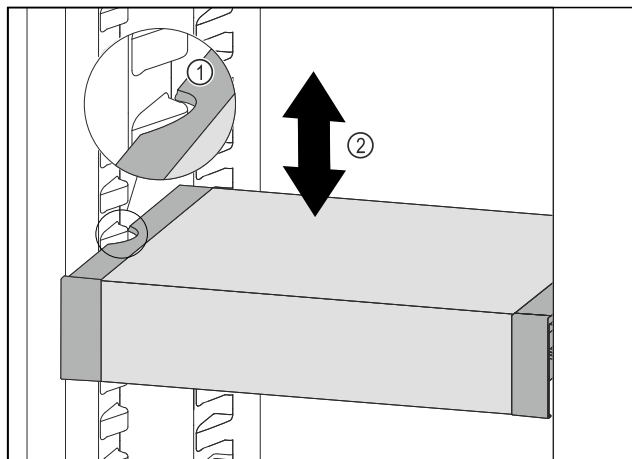

Fig. 58
- ▶ Trekk VarioSafe forover, til utsparingene på sidene av VarioSafe er på nivå med rillene i kjøleskapet. Fig. 58 (1)
- ▶ Flytt VarioSafe oppover eller nedover i kjøleskapet, til ønsket høyde er nådd. Fig. 58 (2)